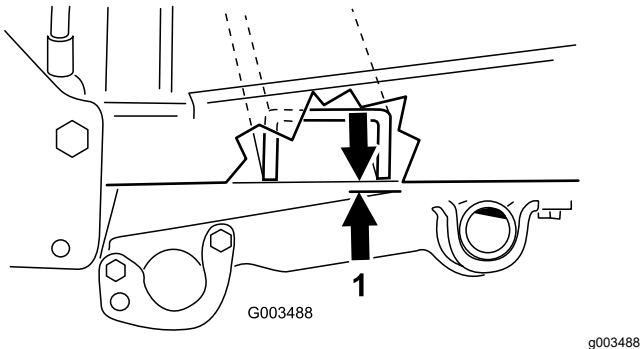

Bild 18
2. Messen Sie den Abstand zwischen dem Rahmen der Zugmaschine und dem Schwenkrohr, wie in Bild 18 dargestellt.